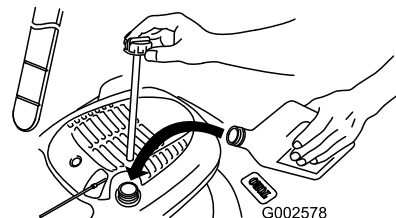

Figura 31
4. Vierta **lentamente** aceite en el tubo de llenado hasta que el nivel llegue a la marca **Full** de la varilla (Figura 31). **No llene demasiado.** (Capacidad máxima: 0,6 l, tipo: SAE 30W, aceite detergente con clasificación de servicio API SF, SG, SH, SJ, SL o superior.)